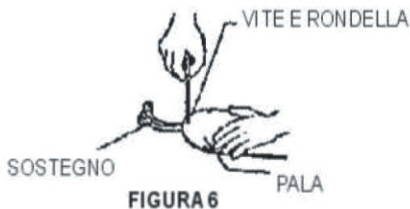

FIGURA 6
1. Montate i sostegni alle pale usando le viti e le rondelle in dotazione, come mostra la figura 6. Assicuratevi che tutte le viti siano ben strette.